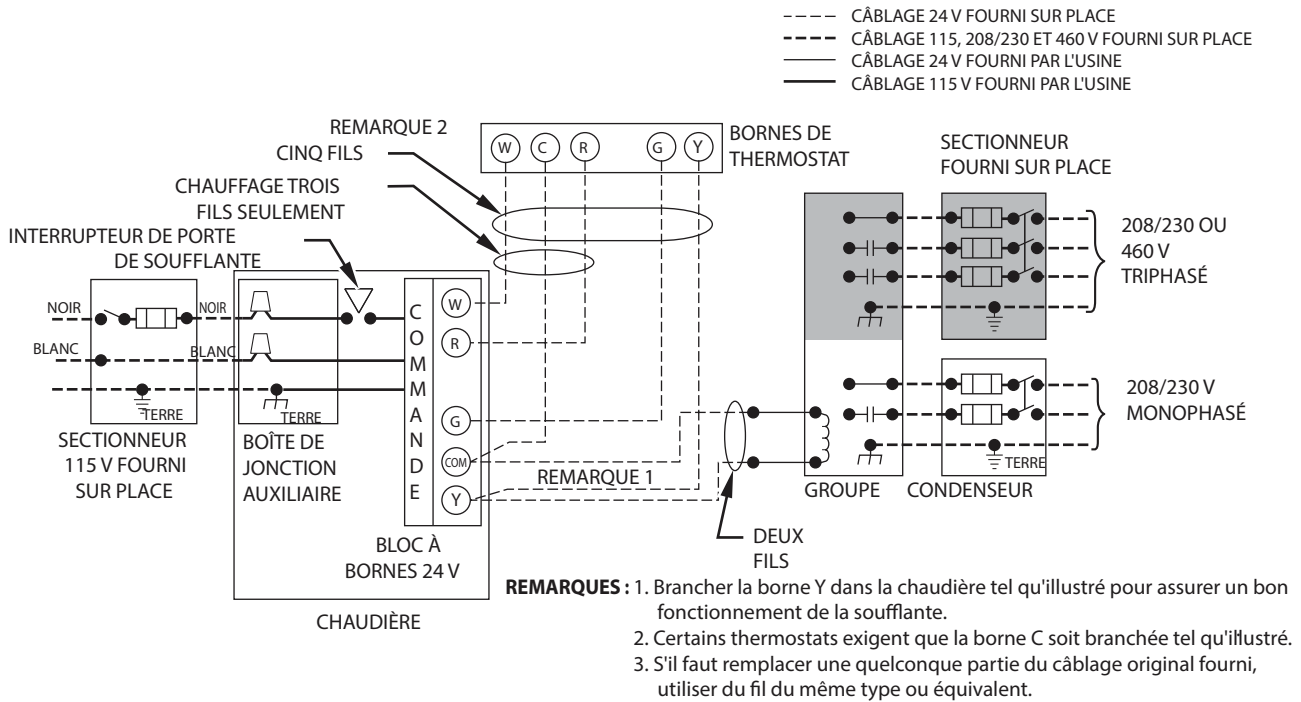
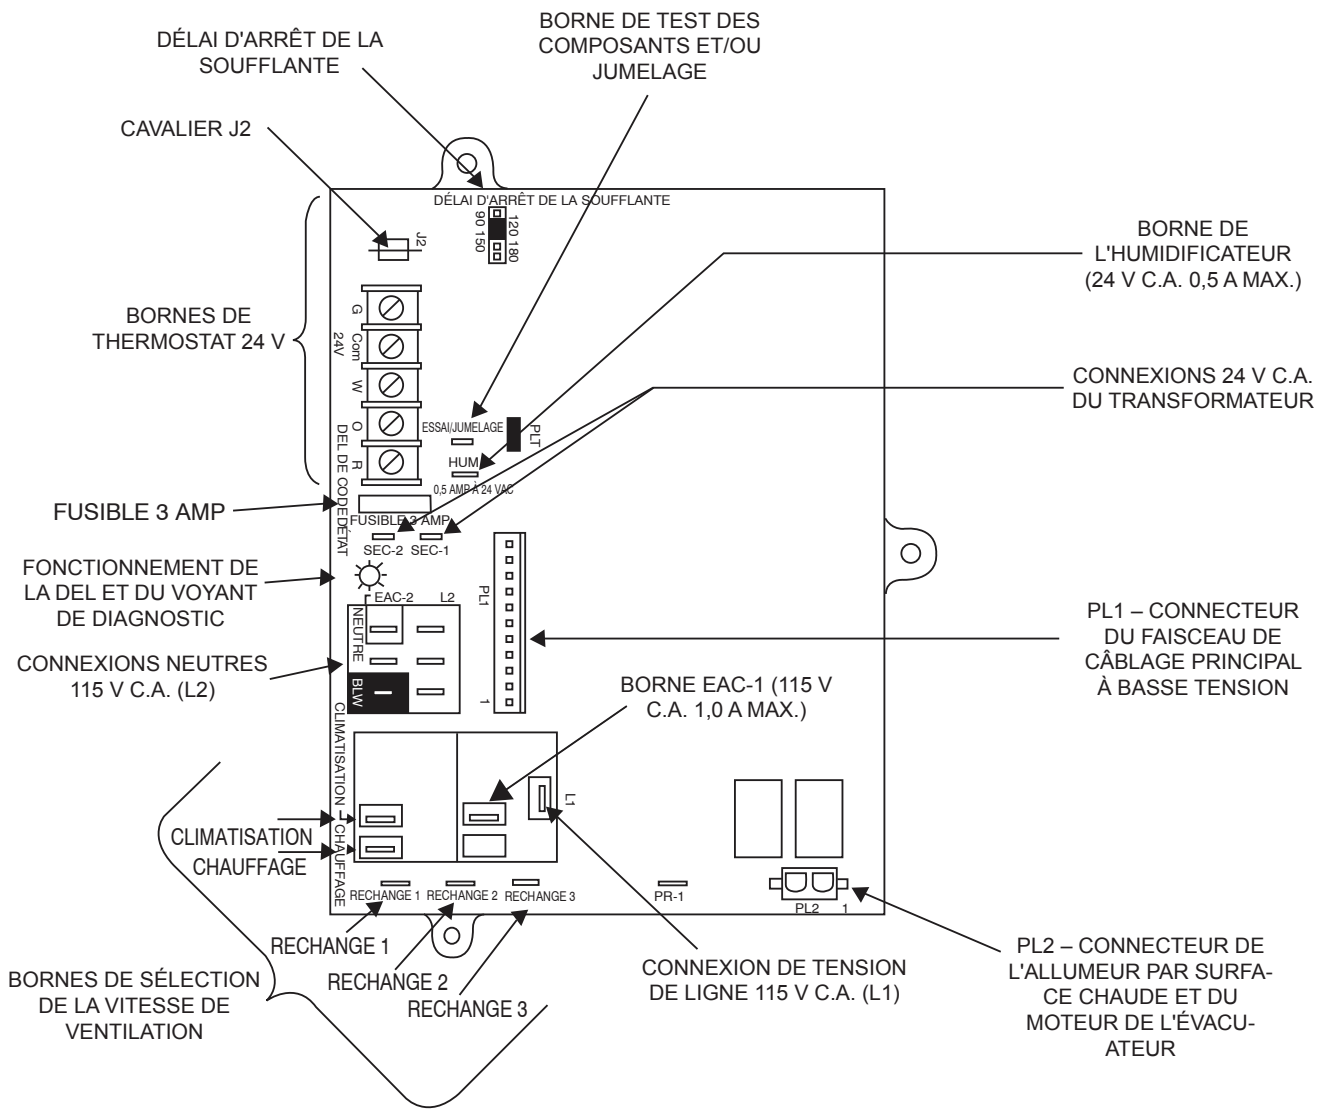

Fig. 35 - Schéma de câblage type d'un appareil à un étage
Fig. 36 - Exemple de panneau de commande de chaudière à un étage
7. Branchez les fils électriques et neutres aux fils d'alimentation électrique de la chaudière, conformément à la fig. 35.
6. Branchez les fils d'alimentation et neutre du cordon d'alimentation aux fils d'alimentation de la chaudière, conformément à la fig. 35.
5. Branchez les fils électriques et neutres aux fils d'alimentation électrique de la chaudière, conformément à la fig. 35.
Effectuez les connexions 24 V à la plaquette de connexion 24 V. Consultez la fig. 36. Branchez la borne Y conformément à la fig. 35 pour assurer une bonne climatisation. N'utilisez que le fil de thermostat en cuivre AWG n° 18, codé par couleur.
La commande comporte un fusible de 3 ampères de type automobile sur le circuit de 24 V. Tout court-circuit direct survenant durant l'installation, la réparation ou la maintenance fera griller le fusible. Si le remplacement du fusible est requis, n'utilisez qu'un fusible de 3 ampères de taille identique. Consultez la fig. 36.